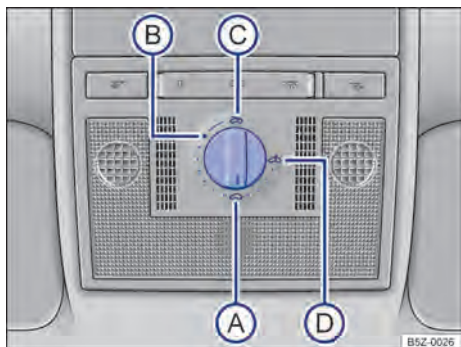

Fig. 34 No revestimento do teto: interruptor rotativo do teto solar.
Girar o interruptor rotativo ⇒ Fig. 34 para a posição desejada para regular as seguintes posições do teto solar:
- Girar o interruptor rotativo para a posição ⇒ Fig. 34  e puxar para baixo na área posterior, até que o teto solar esteja completamente fechado.